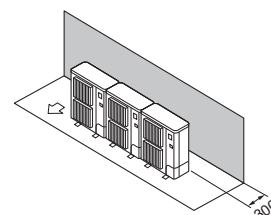

Fig. 3-11
- ① Kun forhindringer bagved (Fig. 3-11)